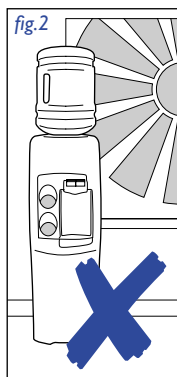

fig.2
- X** ne pas le placer directement au soleil (voir Fig. 2)